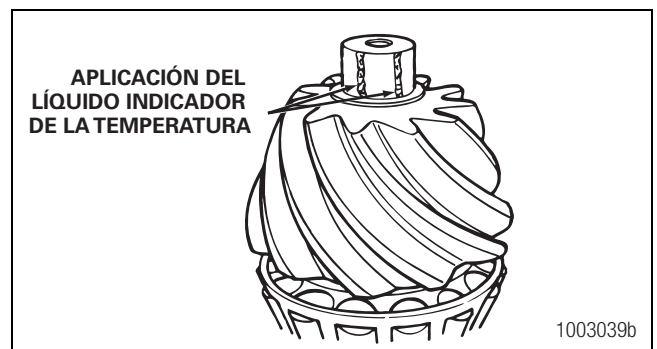

Figura 5.8
1. Aplique dos franjas de líquido indicador de la temperatura sobre el vástago del piñón, desde arriba hasta abajo. Figura 5.8. Aplique una franja verde para indicar 400°F (205°C) y una franja azul para indicar 500°F (260°C).